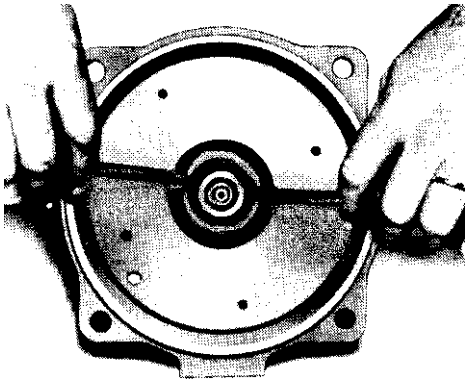

Figura 2
- Quite el perno de la base (10).
- Quite los pernos de la carcasa (12).
- Retire el conjunto de desmontaje trasero de la carcasa (2).
- Retire el anillo de sello del álabe de guía (3) y el diafragma (4).
- Quite los tornillos (5) del adaptador (11) del álabe de guía.
- Retire el impulsor (7) girando en **SENTIDO CONTRARIO A LAS AGUJAS DEL RELOJ**.
9. Con dos destornilladores retire la sección giratoria del sello mecánico (8). Deséchela. Ver la figura 2.
10. Quite los pernos del adaptador del motor (13) y retire el adaptador.